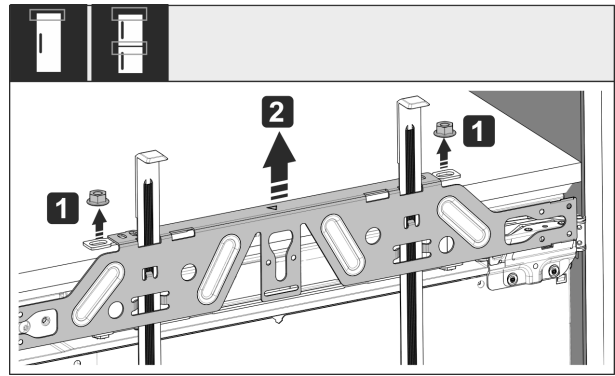

Fig. 54
- ▶ Afloje las contratuercas Fig. 54 (1).
- ▶ Retire el travesaño de fijación Fig. 54 (2).